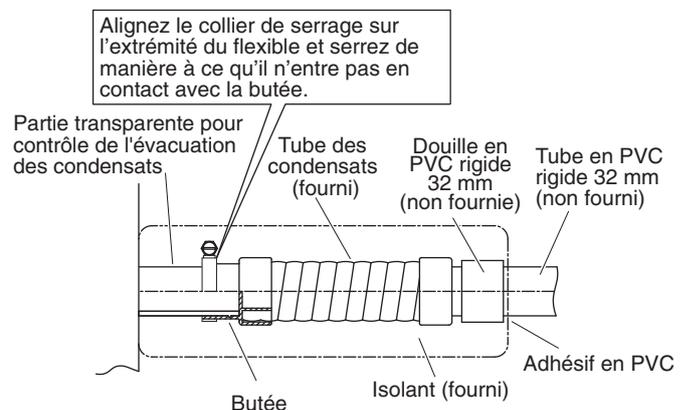

Fig. 3-25
- (1) Préparez un tube en PVC rigide standard (diamètre extérieur 32 mm) pour l'évacuation et utilisez le tube des condensats et le collier de serrage fournis afin d'éviter les fuites d'eau. Le tube en PVC s'achète séparément. Lorsque vous effectuez cette procédure, laissez un espace entre la douille d'évacuation et le tube en PVC afin de permettre le contrôle de l'évacuation. L'orifice d'évacuation transparent de l'unité permet de contrôler l'écoulement des condensats. (Fig. 3-25)
- **Serrez les colliers du tube de manière à ce que leurs écrous de blocage soient orientés vers le haut. (Fig. 3-25)**